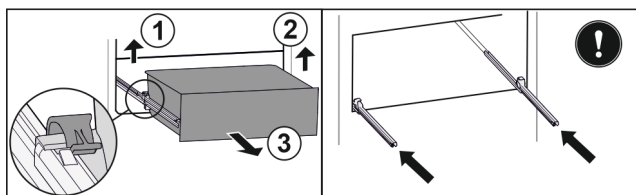

Fig. 27*
- ▶ Sollevare il morsetto a sinistra e contemporaneamente tirare in avanti il cassetto a sinistra Fig. 27 (1).*
- ▶ Sollevare il morsetto a destra e contemporaneamente tirare in avanti il cassetto a destra Fig. 27 (2).*
- ▶ Rimuove il cassetto tirandolo in avanti Fig. 27 (3).*